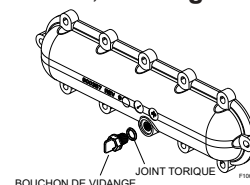
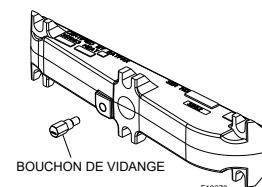

Figure 73. Bouchon de vidange du raccord de retour, modèles résidentiels (préfixe P)
Figure 74. Robinet de vidange du collecteur de retour, modèles commerciaux (préfixe B)
2. Retirez l'assemblage ProTek Shield™ (le cas échéant). Retirez le panneau d'inspection de l'échangeur de chaleur situé sur le côté opposé des raccords d'eau pour accéder au bouchon de vidange du raccord de retour. Ouvrez le bouchon de vidange du raccord de retour, voir **Figure 73** et **Figure 74**.